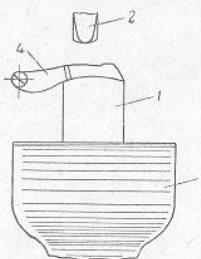

Рис. 59.
- Положить собаку на оправку (приложение 2, рис. 74), закрепленную в тисках и молотком оттянуть и уширить головку собаки (рис. 59).